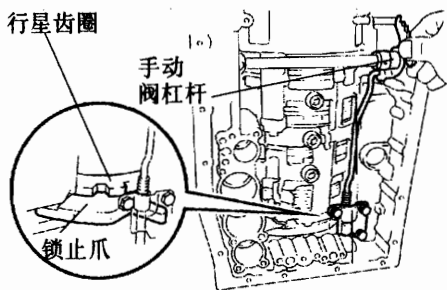

图 12-1-89
②如图 12-1-89 所示, 将手动阀杠杆换入 P 位置, 行星齿圈应被锁止爪正确锁止。